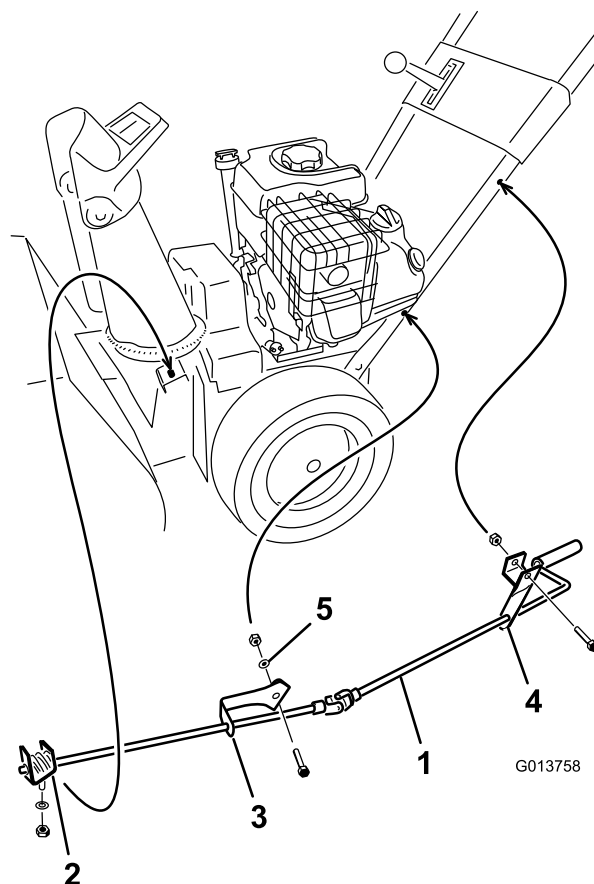

Figure 10
1. Fixez le support supérieur de l'éjecteur (attaché à la tige d'orientation) au côté gauche du guidon avec un boulon et un contre-écrou Figure 10.
2. Fixez le support inférieur de l'éjecteur (attaché à la tige d'orientation) au côté gauche du guidon avec un boulon, une rondelle bombée, une rondelle plate et un contre-écrou (Figure 10).
- Serrez les contre-écrous de fixation des 2 supports d'orientation de l'éjecteur (Figure 10).